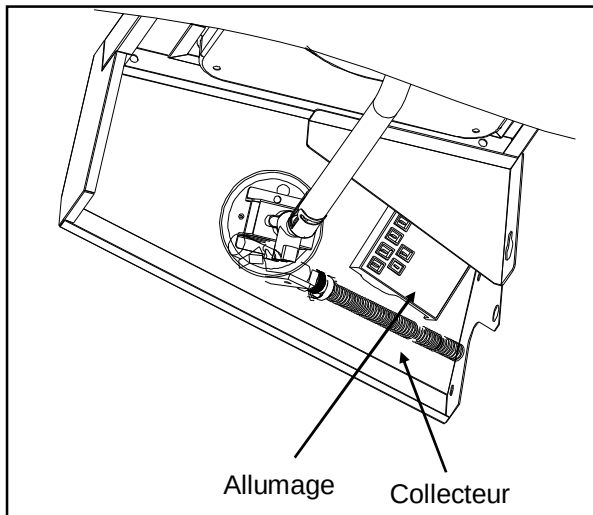

Fig.20
- (e) Placez le bouton de commande (U) sur la tige de contrôle de la valve et appuyez pour le mettre en place. Voir la Fig.20.